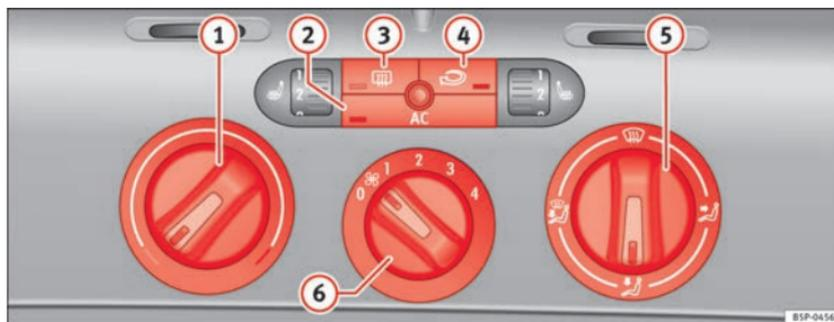

Fig. 127 Sulla plancia portastrumenti: i comandi del Climatic
- Ruotare verso destra la manopola di regolazione della temperatura ⇒ fig. 127  portandola sul livello desiderato.